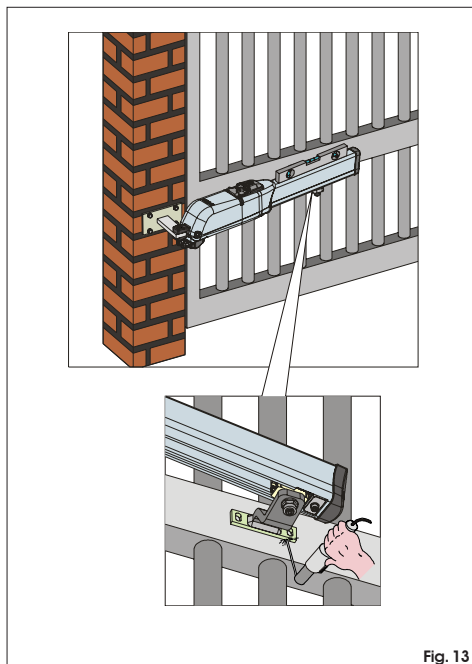

Fig. 13
6) Cierre la hoja y, manteniendo el operador perfectamente horizontal, encuentre el punto de fijación de la brida anterior (Fig.13).
7) Fije provisionalmente la brida anterior por medio de dos puntos de soldadura (Fig.13).